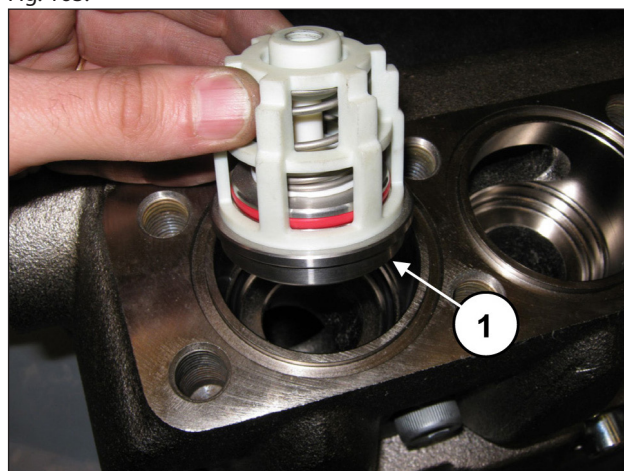
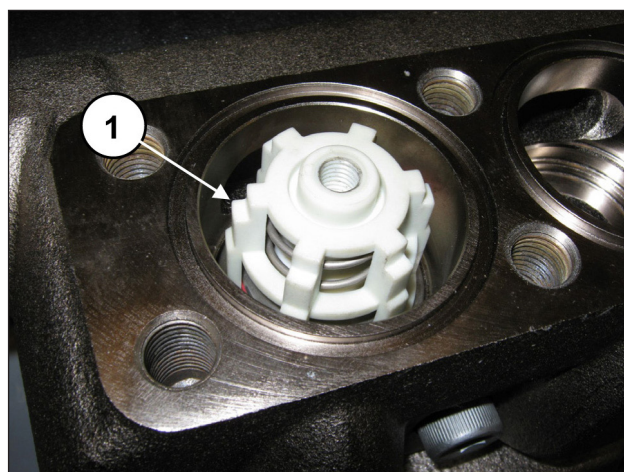

Fig. 162
Fig. 163
Verifique se o anel circular e o anel de anti-extrusão ficaram perfeitamente no local. Insira o grupo da válvula de descarga (pos. ①, Fig. 162). O grupo da válvula completo deve ser inserido completamente até o fundo e apresentar-se como na pos. ①, Fig. 163.